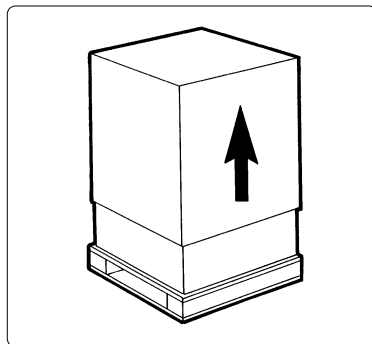

Abb. 1
a) Die Maschine von der Verpackung befreien, indem diese nach oben abgezogen wird (siehe Abb. 1).